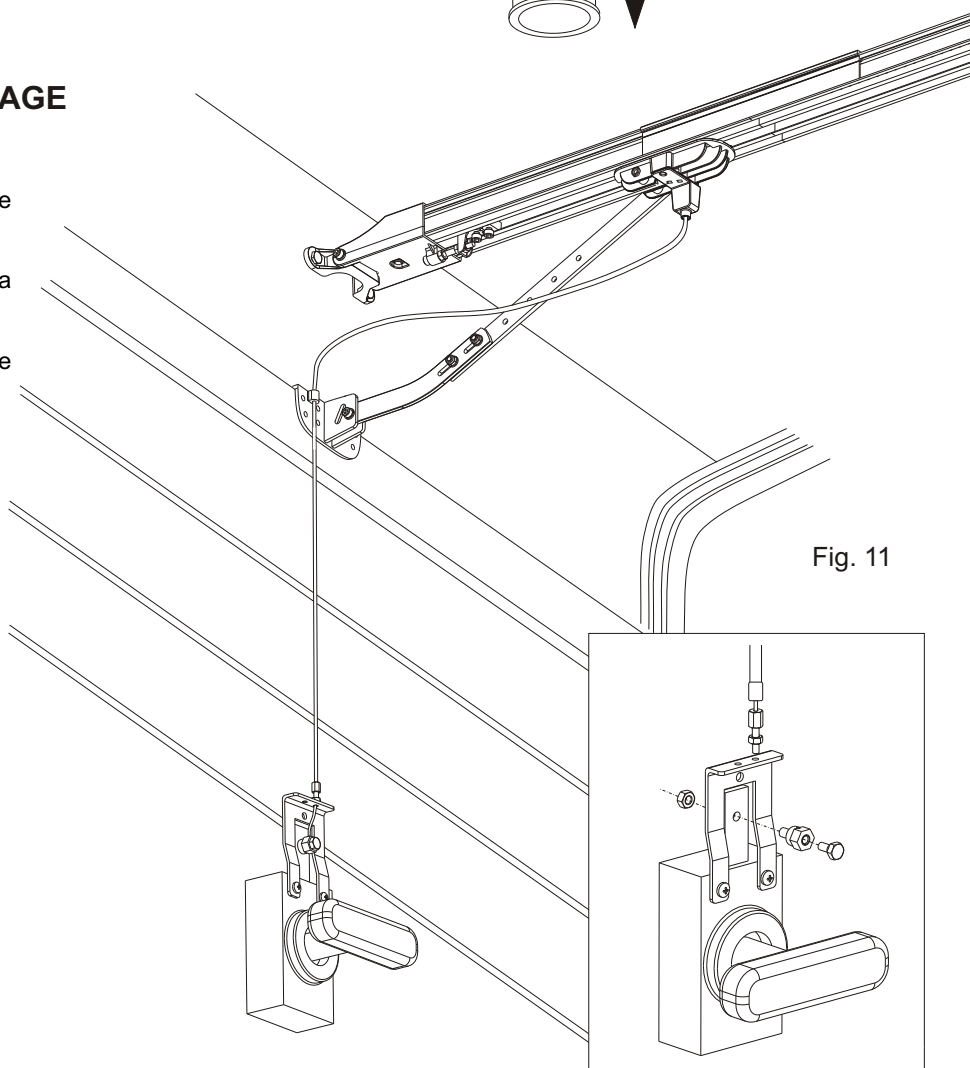

Fig. 11
- Tourner la poignée et ouvrir manuellement la porte (Fig. 11).